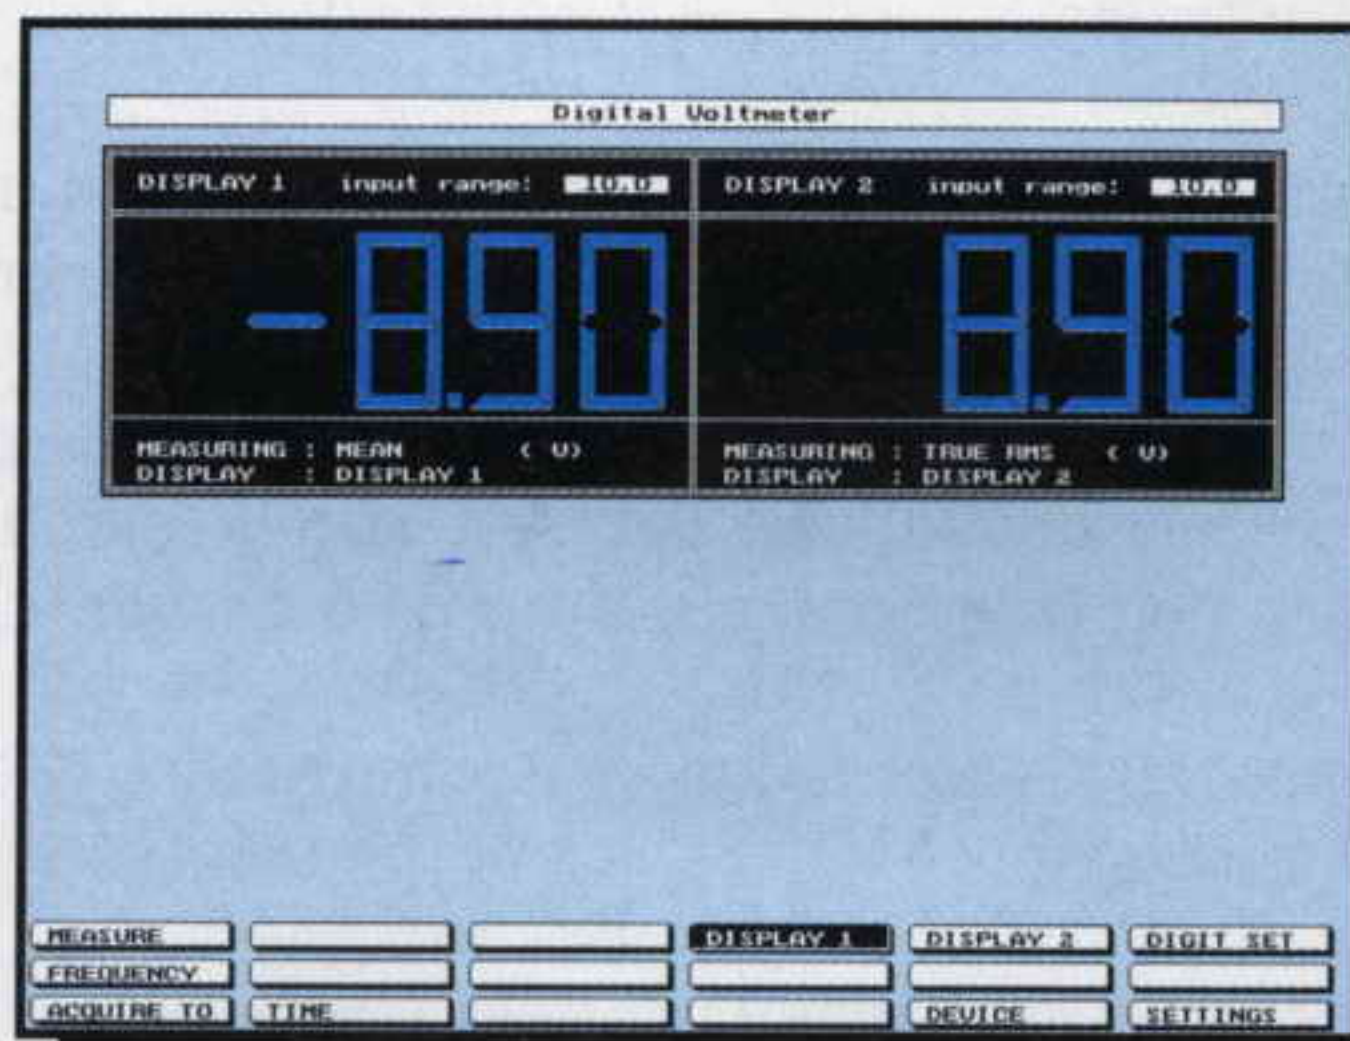

Fig.16 Se collegate i puntali rispettando la polarità +/- apparirà un numero senza nessun segno, se invece li invertirete a sinistra del numero apparirà un -.
– Se questa pila eroga una tensione di **8,9 volt** sui display leggeremo **8.90**, se invertiremo la polarità dei puntali leggeremo **- 8.90** (vedi fig.16).